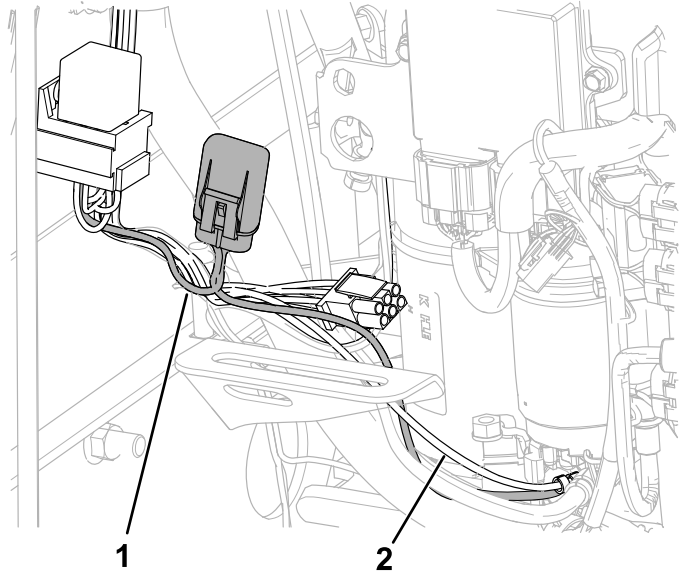

Figura 9
7. Siguiendo el arnés de cables existente, enrute el arnés de cables nuevo hasta el borne del motor de arranque (Figura 9).